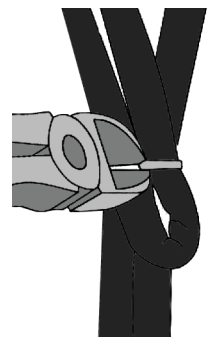

Figure 4
- Coupez l'attache à tête d'équerre pour que les câbles soient libres de bouger et puissent être replacés (Voir figure 4).